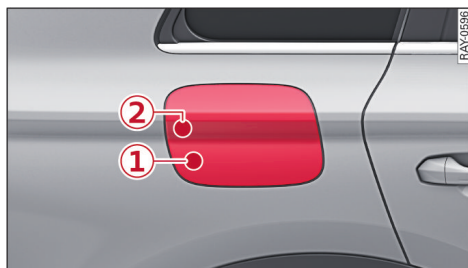

图 66 汽车的右后部：打开充电口盖
- ▶ 请在部位 ① 点按充电口盖 ⇨ 图 66。另外，您也可以通过中央显示屏打开充电口盖。
- ▶ 要打开充电口盖时，请在部位 ② 点按充电口盖 ⇨ 图 66。